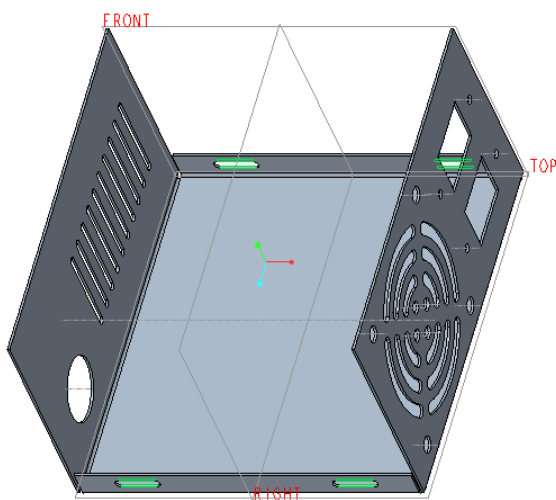

图 6-93 在平整壁上创建定位切口
(4) 在“拉伸”选项卡中打开“选项”面板，从“侧 1”下拉列表框和“侧 2”下拉列表框中均选择“ (穿透)”选项。
(5) 单击“拉伸”选项卡中的  (完成) 按钮，在平整壁上创建的定位切口，如图 6-93 所示。